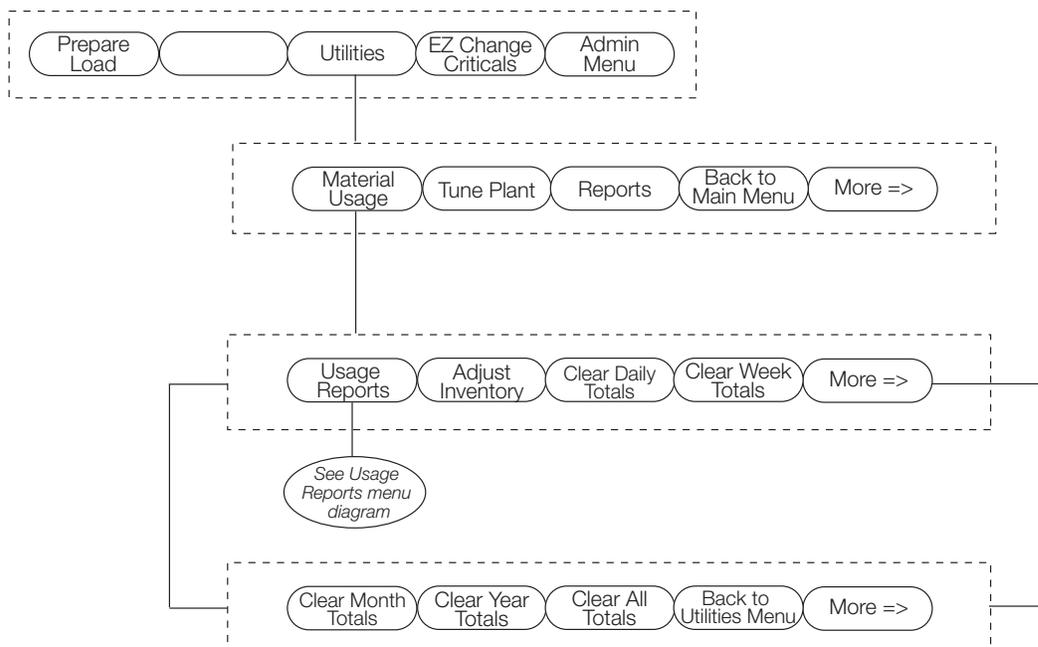

Figura 6-5. Diagrama de Flujo de Uso de Materiales
1. Presione la tela suave **Utilities** (Figura 6-5).
2. Presione la tecla suave **Material Usage** (Figura 6-5).
1. Presione la tecla suave **Utilities** softkey (Figura 6-5).